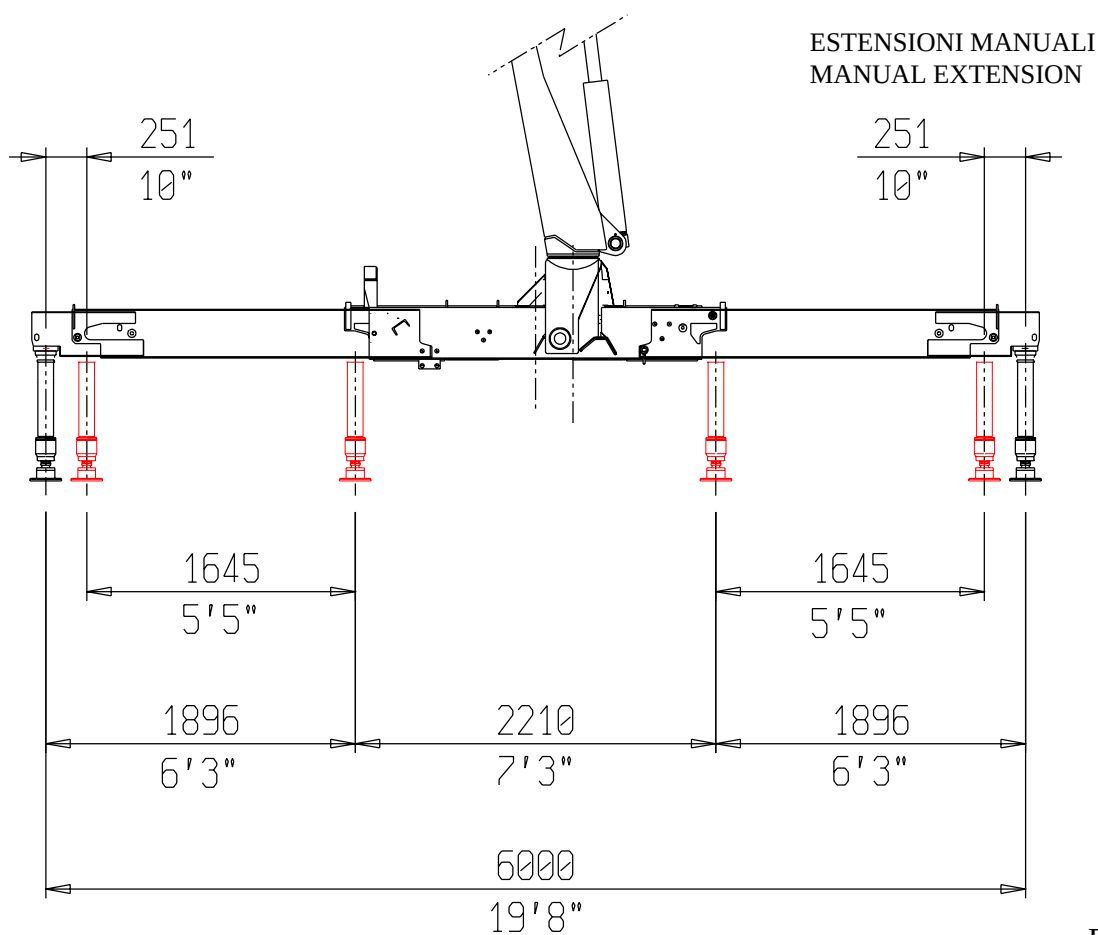

Fig.6-4
6.5 BRACCI STABILIZZATORI EXTRALLARGABILI(Fig. 6.4)
6.5 OUTRIGGERS BOOMS IN EXTRA LARGE VERSION (Fig. 6.4)